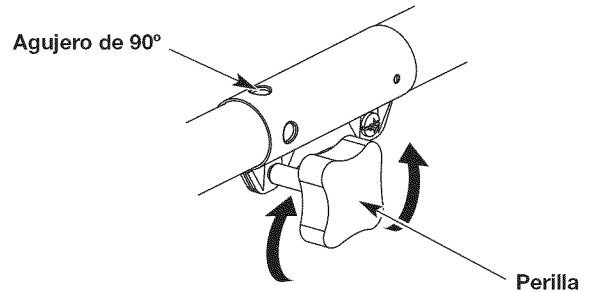
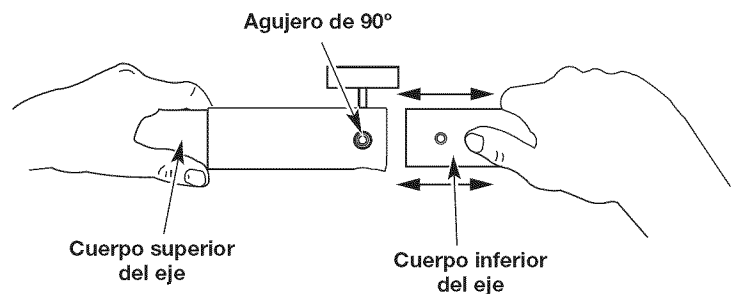

Fig. 1
Fig. 3
1. Para aflojar, gire la perilla en sentido contrario a las agujas del reloj (Fig. 1).
2. Mientras sostiene el accesorio con firmeza, introdúzcalo directamente en el acoplador hasta que el botón de desconexión encaje firmemente en el agujero de 90° (Fig. 3).
3. Para apretar, gire la perilla en el sentido de las agujas del reloj (Fig. 1).
PRECAUCIÓN: Antes de operar la unidad, asegúrese de que el botón de desconexión esté completamente encajado en el agujero de 90° (Fig. 3) y que la perilla (Fig. 1) esté bien apretada. Usar un orificio incorrecto podría ocasionar lesiones personales o daños a la unidad.
Para hacer cortes (orillados) decorativos con el accesorio de corte del cabezal de línea, trabe el botón de desconexión del accesorio en el interior del orificio de 90° (Fig. 1).
3. A la vez que sujeta firmemente la caja del eje superior, saque el accesorio del acoplador (Fig. 3).